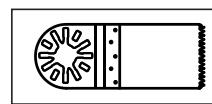

Fig. 1b
b) Pentru accesoriu “ end închis ” (Fig. 1b) , șurubul trebuie să fie complet eliminate din instrumentul .